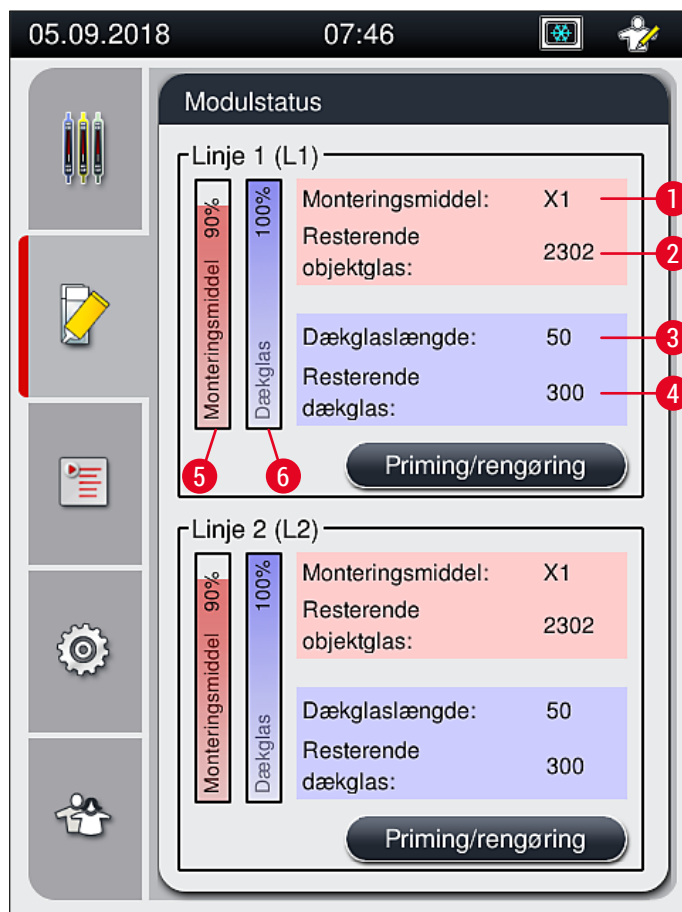

Fig. 22
7. De flasker med monteringsmiddel, der isættes, registreres af instrumentsoftwaren, og Modulstatus (→ Fig. 22) opdateres.